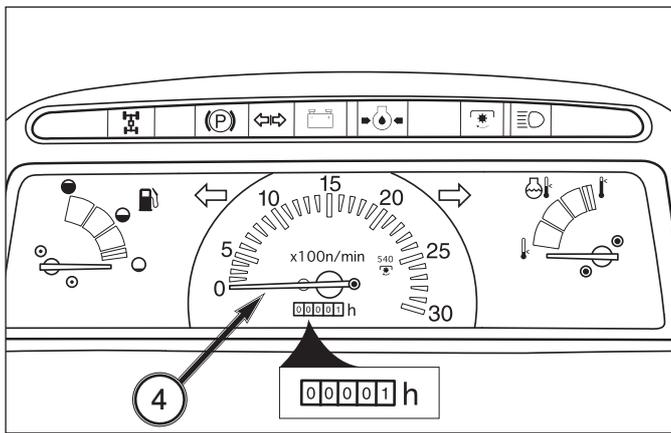

FIG. 4-6
**FIG. 4-6:** L'échelle du cadran, 4, indique le régime moteur en tours par minute (t/min) du vilebrequin. L'index montre aussi la vitesse de la prise de force arrière de 540 t/min env. pour 2484 t/min du moteur.